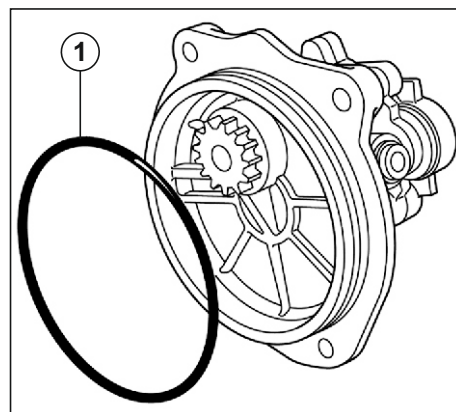
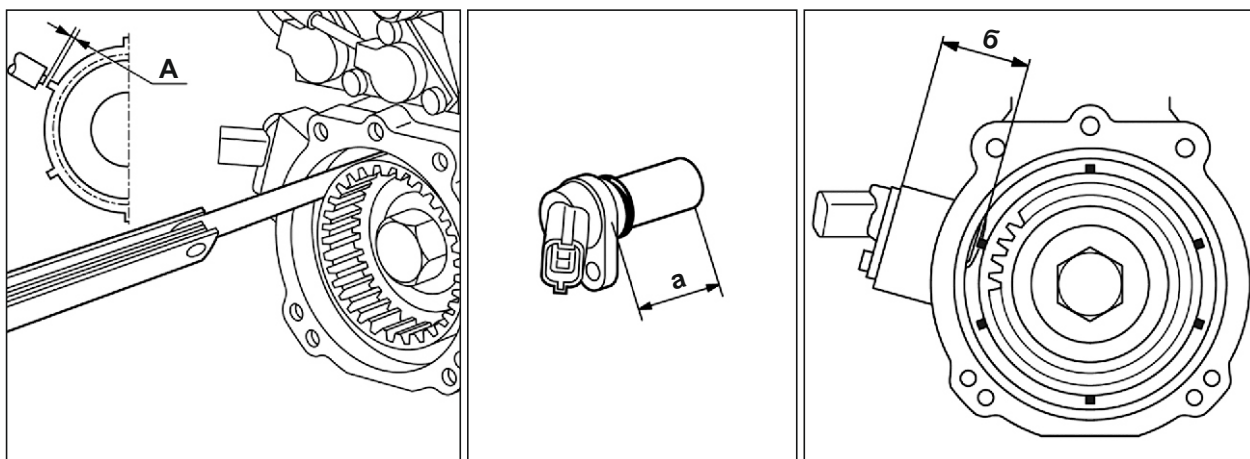

Рис. 93. Установка насоса топливоподкачивающего.
Рис. 94. Контроль установки датчика фазы.
1. Заменить старое уплотнение (1) на новое (см. Рис. 93).
2. Смазать новое уплотнение (1) моторным маслом.
5. Смазать уплотнение под датчик моторным маслом. Расчёт толщины прокладки, необходимой для обеспечения зазора "А" = $0,3 \pm 0,1$ мм (см. Рис. 94):